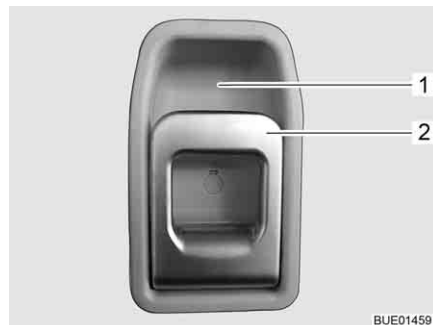

Fig. 45 Cerradura de la puerta de entrada, en el interior
- Tirar del tirador (Fig. 45,2). Se desbloqueó la cerradura de la puerta.
- Presionar la parte superior del tirador (Fig. 45,2) hacia el alojamiento del tirador (Fig. 45,1).